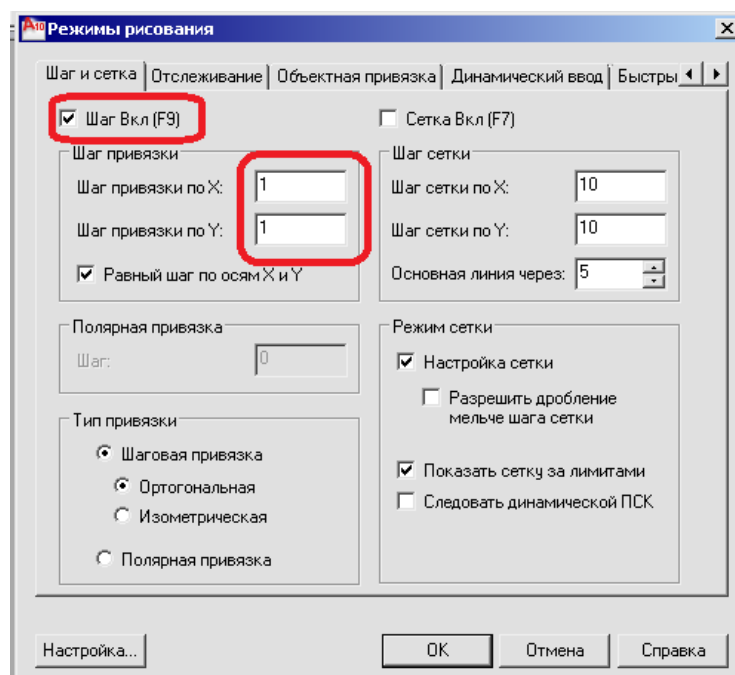

Рисунок 2.7
- включить переключатель «Шаг вкл.» (рис. 2.7)